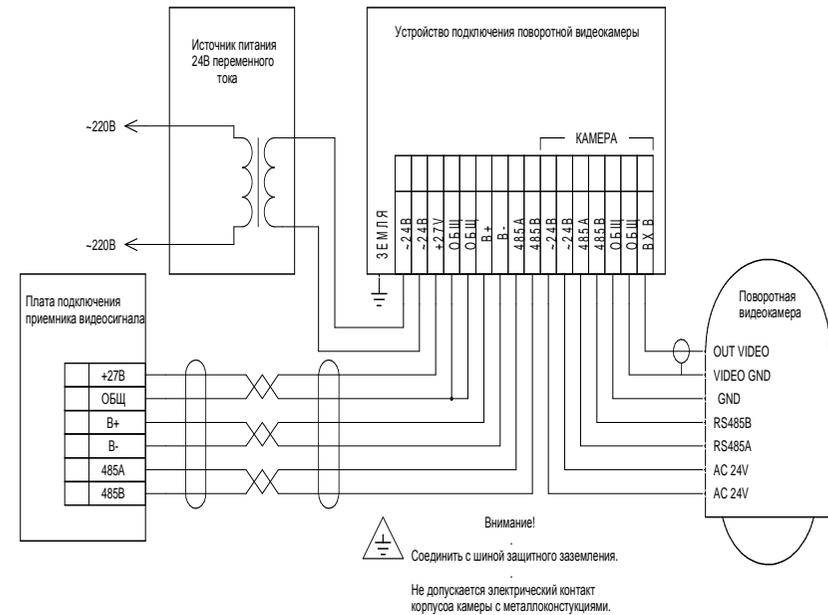

Рисунок 4.4. Подключение УППВК
4. Подсоедините цепи «Общ, Видео, RS-485, ~24В» от видеокамеры к соответствующим клеммам УППВК (рис.4.4).